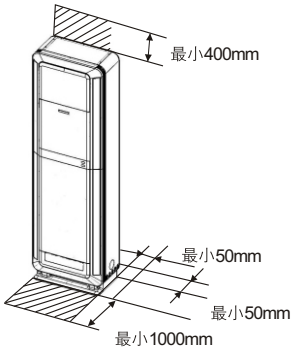

图1 操作空间
- (1) 室内机周围应留有足够空间，否则会妨碍室内空气流通及日后的维修工作，如图1所示。